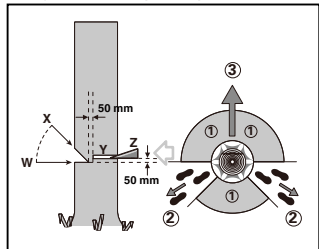

Figura 1
Faceți tăietura de doborâre (Y) cu cel puțin 50 mm mai sus decât tăietura orizontală de creștere prezentată în figura 1. Nu executați o tăietură de doborâre completă, ci doar atât de adâncă încât să mai rămână o legătură (adaos pentru doborâre), care să acționeze ca o balama. Astfel veți împiedica răsucirea copacului și căderea acestuia în direcție greșită. Nu tăiați complet marginea rămasă.
În momentul apropierii tăieturii de doborâre de margine, copacul ar trebui să înceapă să cadă. În cazul în care se pare acesta nu va cădea în direcția dorită sau se înclină înapoi iar lanțul de ferăstrău se blochează, întrerupeți tăierea și introduceți pene de lemn, material plastic sau aluminiu (Z) în linia de tăiere dorită, material deschiderea tăieturii și doborârea copacului (1). Când copacul începe să cadă scoateți ferăstrăul din tăietură, opriți-l, puneți-l jos și părașiți zona periculoasă folosind calea de retragere stabilită (2). Fiți atenți la crengile care cad și evitați să vă împiedicați. (Vezi Figura 1)